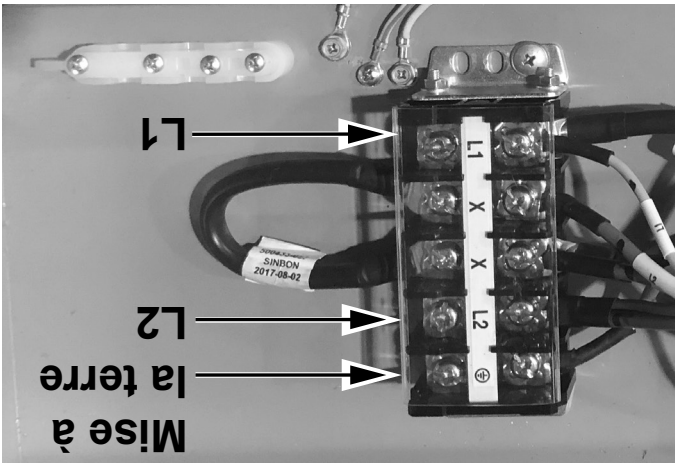

Figure 8. Bornier de raccordement
5. Raccorder les conducteurs de phase de l'alimentation de réseau aux bornes marquées L1 et L2 du bornier de raccordement. Voir *Figure 8*.
6. Raccorder le fil de mise à la terre de l'alimentation de réseau à la borne marquée du symbole de mise à la terre. Voir *Figure 8*.